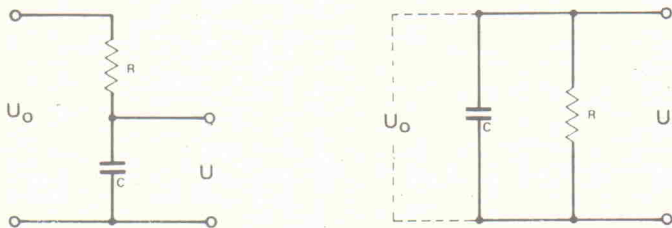

Bild 1. Reihen- und Parallel-Netzwerk aus Widerstand und Kondensator.
Die Schaltung in Bild 1 besteht aus einem Widerstand (R) in Reihe mit einem Kondensator (C). An die Kombination ist eine Spannung ( $U_0$ ) gelegt. Als Ausgangsspannung wird die Spannung am Kondensator betrachtet.